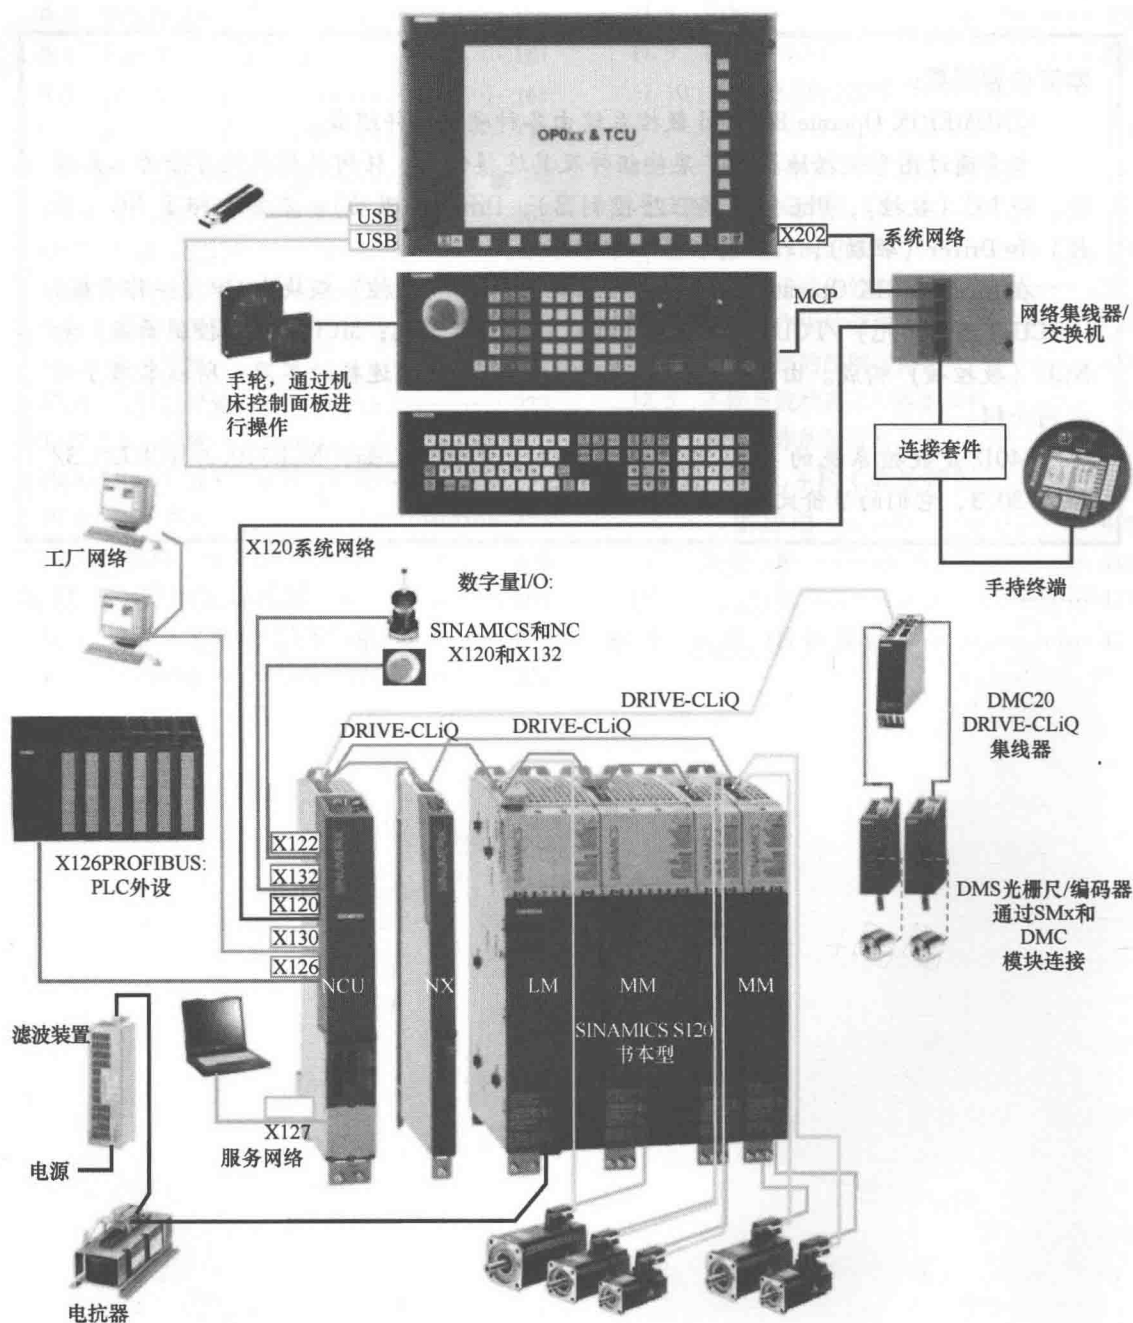

图 1-1 带 TCU 的 SINUMERIK 840D sl 数控系统
1.1 带 TCU 的 SINUMERIK 840D sl 数控系统各部件间的连接 (见图 1-1)